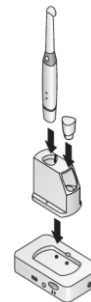

図 2
- (1) バッテリーを装着したハンドピース本体を充電器に差込み充電する。バッテリーの完全な充電には約 2 時間かかり、完全に充電されたバッテリーは、一般的に約 45 分持続する。
- (2) ハンドピース本体を装着した充電器をドッキングステーションに接続する (図 2)。